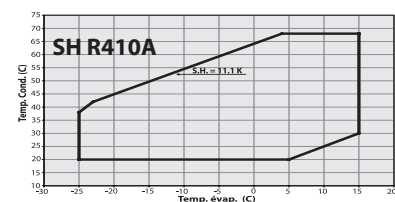

Fig. 6
- Les compresseurs scroll Performer® doivent être utilisés uniquement dans le cadre de leur plage d'application spécifique (voir Figure 6) et en conformité avec les guides et recommandations d'application publiés par le constructeur.